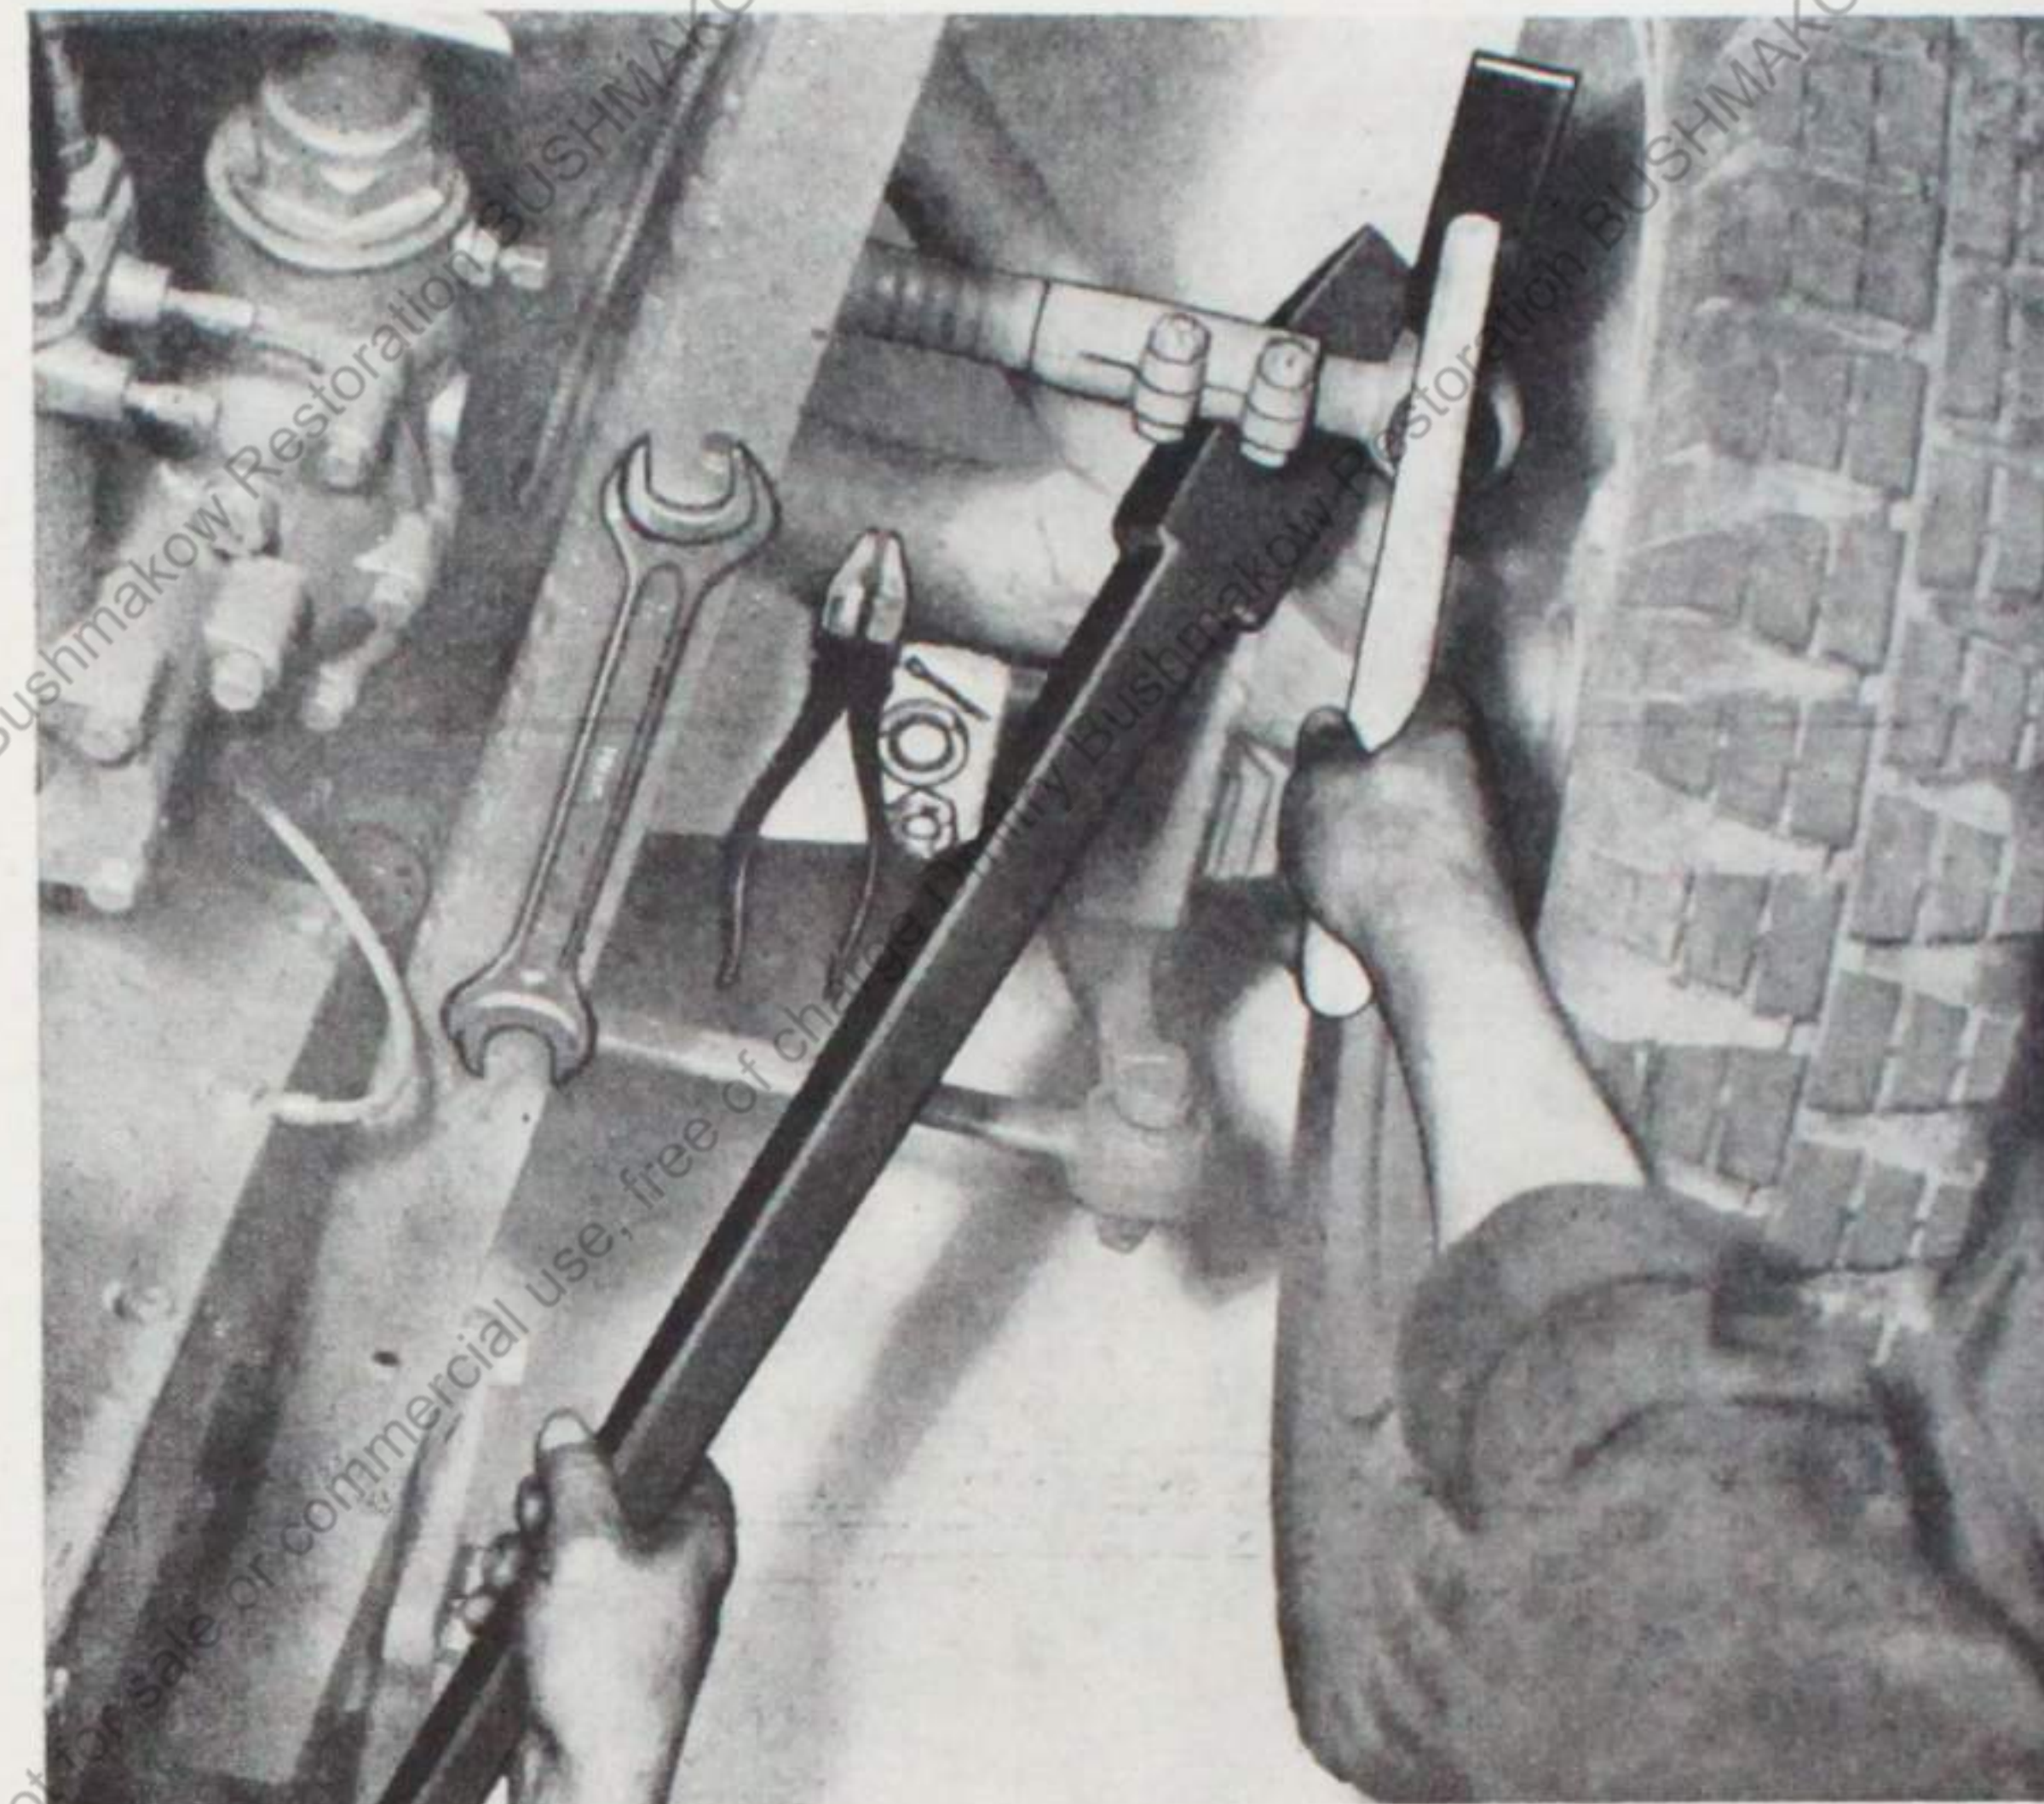

Bild 43
1. Zur Spurstangeneinstellung (Längenänderung) die Spurstange nur auf der linken Seite lösen (Bild 43)